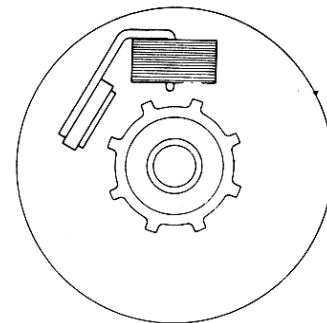

Figura 2.23
- En los automóviles japoneses la forma básica es la que se muestra en la figura 2.23.